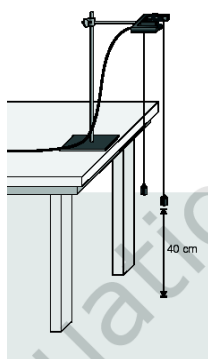

Figura 5: Montagem da máquina de Atwood.
1. Ajuste o instrumento da máquina de Atwood segundo as indicações de Figura 5.